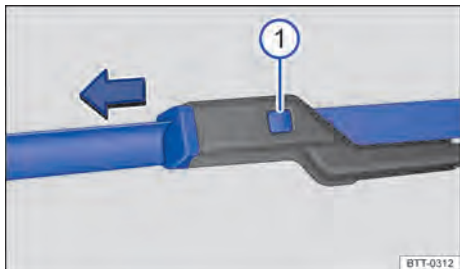

Fig. 154 Sustituir las escobillas limpiaparabrisas.
Comprobar regularmente la condición de las escobillas de los limpiacristales. Cambie las **escobillas de los limpiacristales** cuando estén deterioradas o limpielas si están sucias → fig. 154.
– Con una esponja húmeda, limpiar con cuidado las escobillas limpiaparabrisas → fig. 154.
– Mantener la tecla de desbloqueo → fig. 154 ① pulsada y, al mismo tiempo, retire la escobilla limpiaparabrisas en el sentido de la flecha.